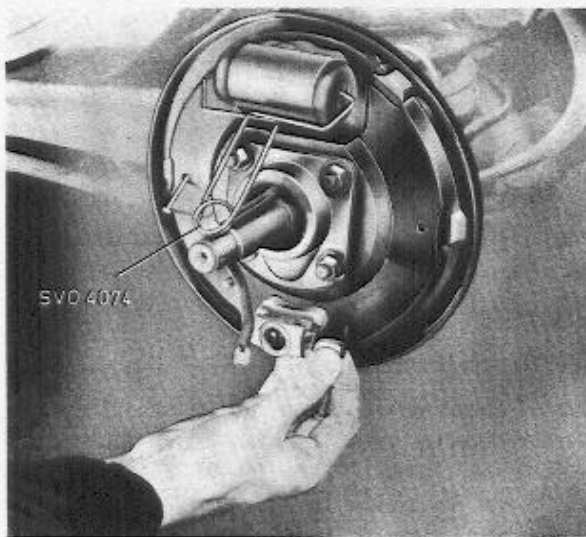

Abb. 28 Ausbau der Einstellkolben
5. Einstellschraube etwas zurückdrehen und die Einstellkolben ausbauen, siehe Abb. 28.